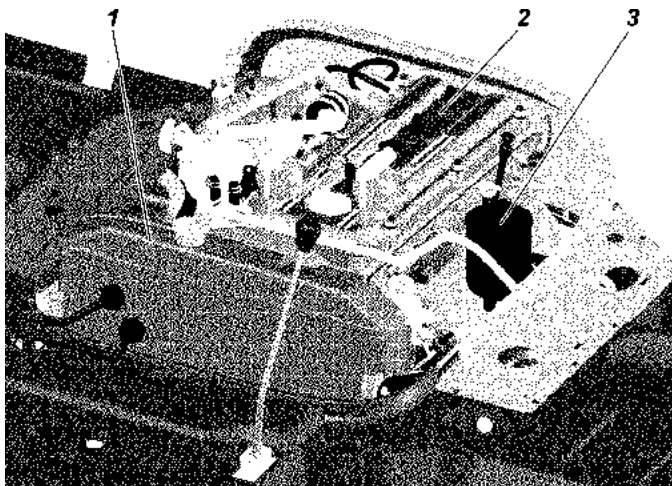

Рис. 9.26. Подкапотное пространство:
**Проверка уровня и смена масла гидроусилителя.** При проверке уровня масла в масляном баке 3 (рис. 9.26) передние колеса должны быть установлены прямо. Масло доливайте до уровня фильтрующей сетки масляного бака. Масло должно быть предварительно отфильтровано через фильтр с тонкостью фильтрации не более 40 мкм.